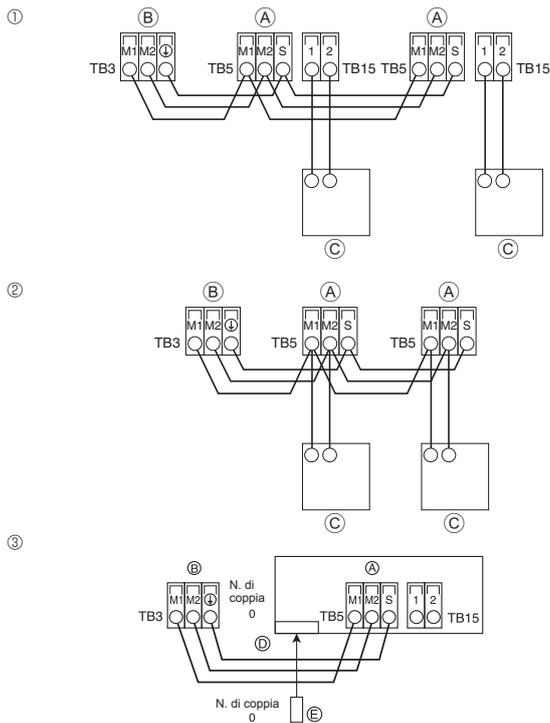

Fig. 6-3
6.4. Collegamento del comando a distanza e dei cavi di trasmissione delle sezioni interne ed esterne (Fig. 6-3)